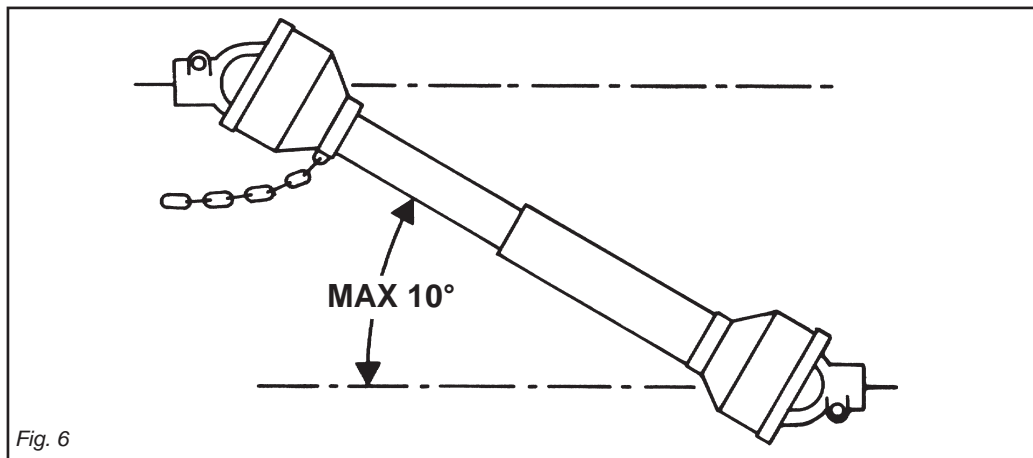

Fig. 6
- gradi - Fig. 6) e quando non viene usata.
- 41) Kobl altid kraftudtaget fra, når kardanakslen er indstillet til en for åben vinkel (aldrig mere end 10 grader Fig. 6) og når det ikke bruges.